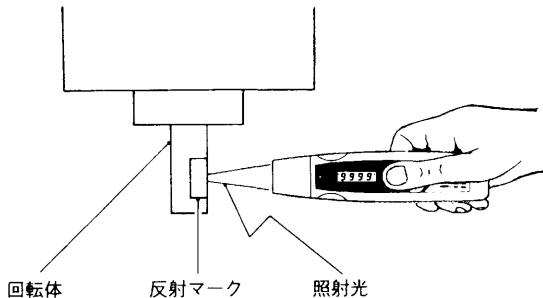

図2
- 3) 本器は光反射方式による非接触式回転計ですので、測定する回転体に付属の反射マークを貼っていただきます。次頁図2のように付属の反射マークを貼ってください。